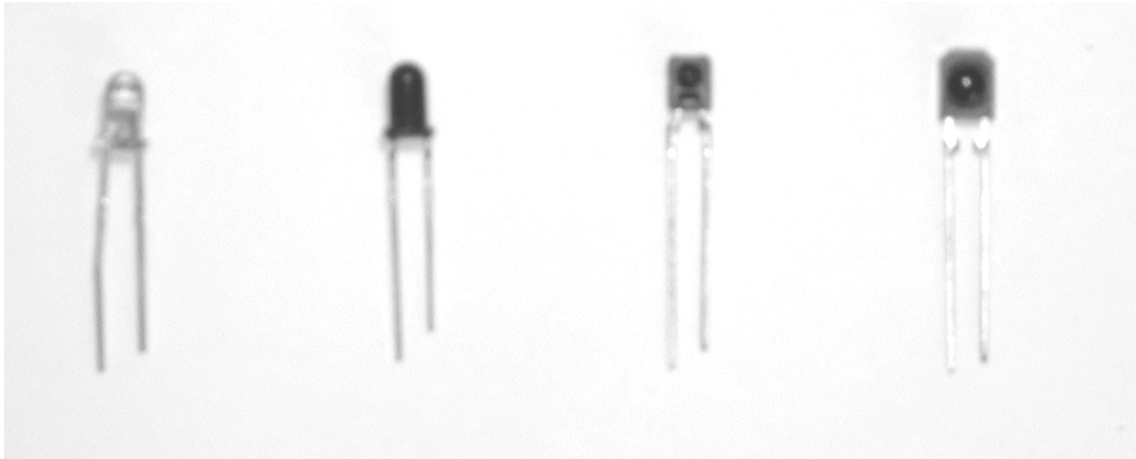

Figura 5: LED de IR GL380 , fototransistor PT381F, fototransistor PT481F y fotodiodo PD410PI empleados en la práctica
donde I_C es la corriente de colector, I_B es la corriente de base y β es una constante que depende del transistor. La corriente inducida en el colector según (1) implicará una caída de tensión en el elemento que carga el colector, en este caso en la resistencia de la bobina del relé. Es evidente que dicha caída de tensión no puede ser mayor que el voltaje de alimentación del circuito (V_{cc} en la **Figura 5**), así que la máxima corriente de colector que puede obtenerse está limitada por el voltaje de alimentación y la carga que se coloque. Si inyectamos una corriente demasiado grande en la base no se cumplirá la relación (1) sino que obtendremos en el colector la mencionada corriente máxima, pasando el transistor a encontrarse en la zona de saturación.